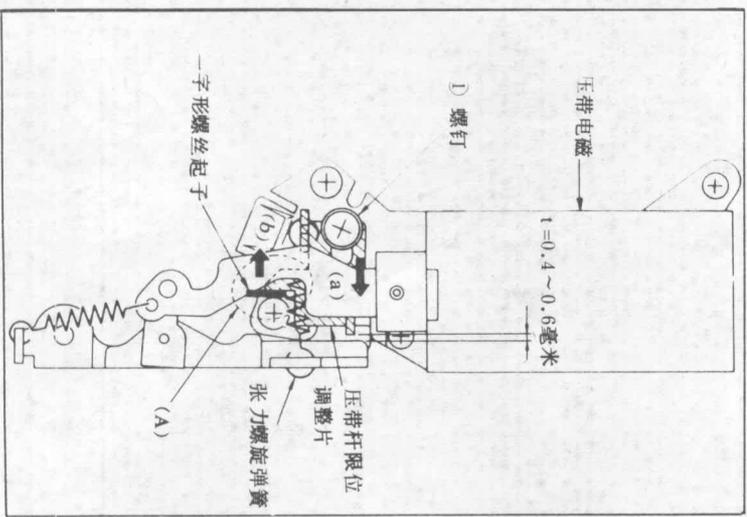

图 28 压带杆限位片间隙调整
- 2) 检查图 28 所示的压带杆限位片的间隙“t”是否为 0.4~0.6 毫米。不是 0.4~0.6 毫米时，应进行下列调整。
- 1) 在抑止压带电磁下，拧开图 28 的螺钉①。
- 2) 按箭头②所示方向把压带杆限位调整片(图中阴影部分)移到尽头。这时，间隙“t”为 0。
- 3) 以一字形螺丝起子，按箭头③所示方向把压带杆限位调整片推动，如④部所示，直至间隙“t”成为 0.4~0.6 毫米为止。(以φ0.4及0.6的厚度规进行间隙调整。)
- 4) 拧紧螺钉①并将其锁定。